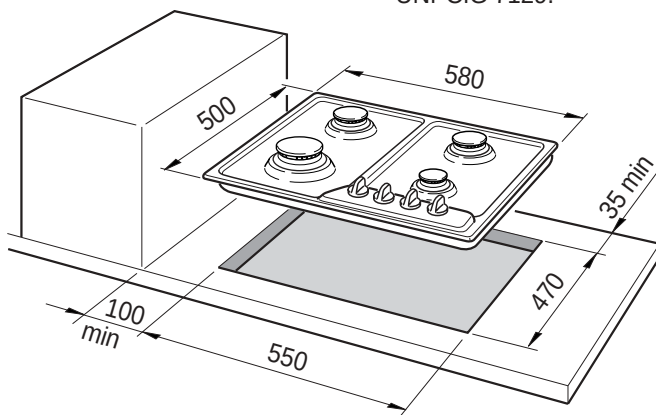

Fig. 4.1
- ✓ qualsiasi parete a fianco e sovrastante il piano cottura deve trovarsi ad una distanza non inferiore a 100 mm (fig. 4.1)
- ✓ la parete dietro il piano cottura deve trovarsi ad una distanza non inferiore a 35 mm (fig. 4.1)